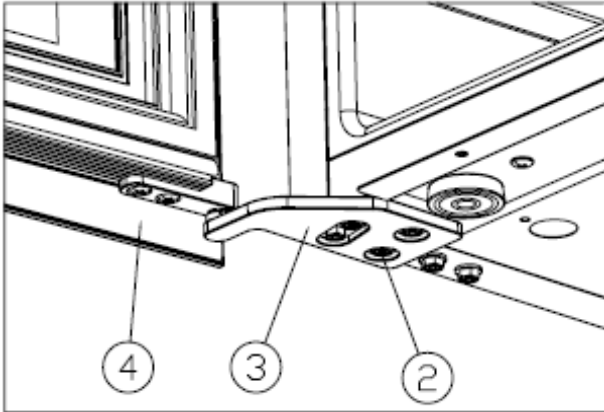

Abb. 5
- ✦ Das obere Scharnier montieren (3) und die M5\*16-Schrauben anziehen (2). [Abb. 5]